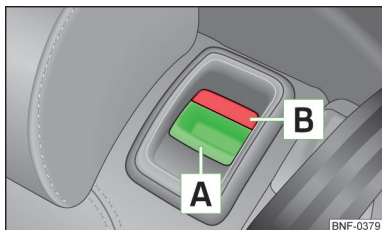

Fig. 49
- Tryk på låseknappen **A** » Fig. 49, og klap ryglænet frem.
- Tryk på låseknapperne **A** » Fig. 49 på begge sider af ryglænet, og klap ryglænet frem.
- Kontroller, at den røde markering **B** » Fig. 49 ikke længere er synlig.
- Sikr dig, at de røde markeringer **B** » Fig. 49 på begge sider af ryglænet ikke længere er synlige.